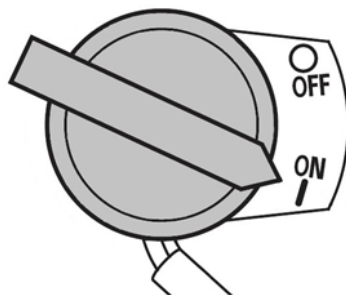

Рис. 16 Выключатель зажигания
5. Выключатель зажигания переведите в положение «ON» (ВКЛЮЧЕНО) (Рис. 16).
При возникновении аварийной ситуации, для экстренной остановки двигателя мотопомпы переведите выключатель зажигания двигателя в положение «OFF» (ВЫКЛЮЧЕНО) (Рис. 16).
- Переведите выключатель зажигания двигателя в положение «OFF» (ВЫКЛЮЧЕНО) (Рис. 16).